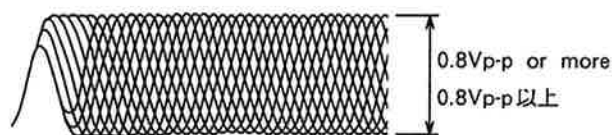

Fig. 5-8
9. Check that the RF level is 0.8 Vp-p or more using the oscilloscope. (Fig. 5-8)
9. オシロスコープにより、RFレベルが0.8Vp-p以上であることを確認する。(図5-8)
10. Check that the RF level is 0.8 Vp-p or more using the oscilloscope. (Fig. 5-8)
10. オシロスコープによりRF波形が0.8Vp-p以上あることを確認する。(図5-8)